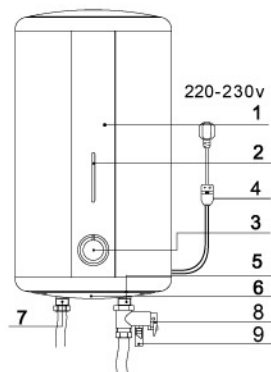

рис. 1
4. Обратный предохранительный клапан, который поставляется с водонагревателем, должен устанавливаться на впускной трубе водонагревателя для холодной воды (смотри Рис.1).